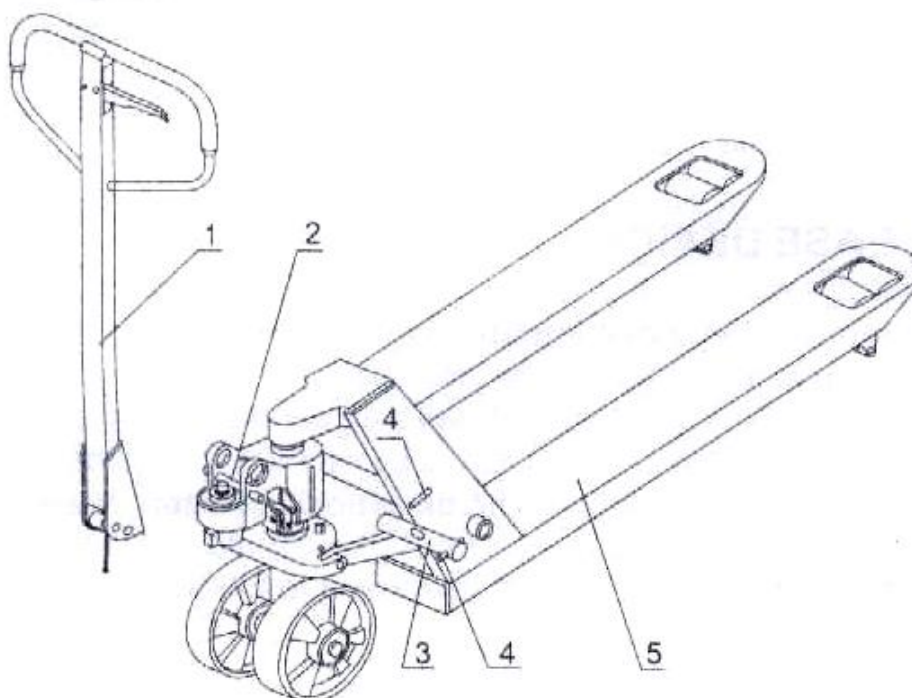
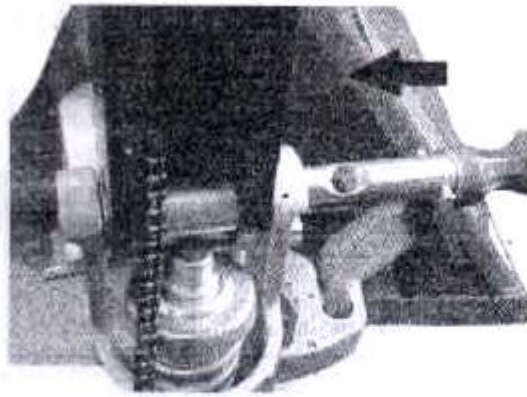
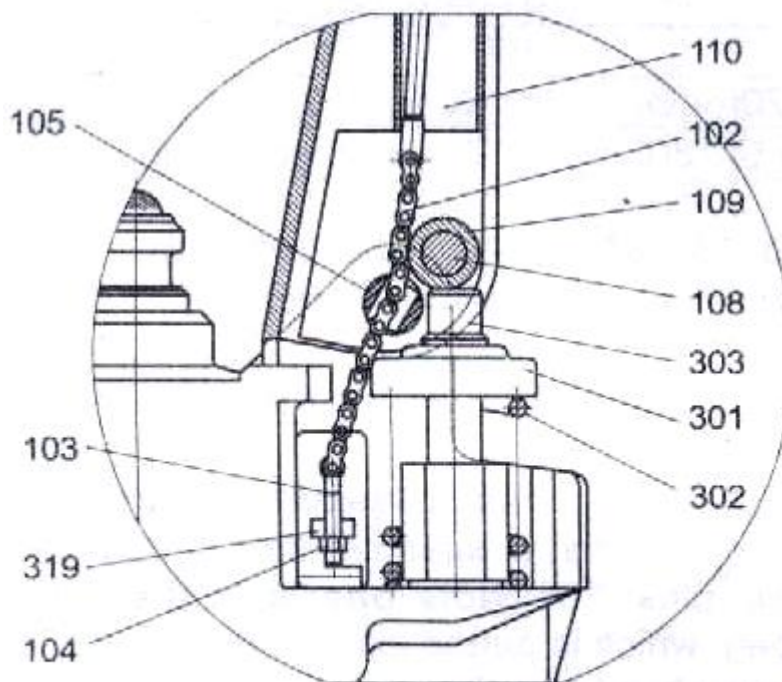

Fig. 1
Fig. 2
Fig. 3
Introduceti bara de tractiune pe supapa de piston (303), apoi folositi un ciocan sa introduceti arborele cu gaura (105) in pompa hidraulica si bara de tractiune (timona) de la dreapta spre stanga (Fig. 2). Lasati manerul de control in pozitia de **COBORAT**, apoi puneti piulita de ajustare (104), surubul (103) si lantul (102) prin gaura arborelui (105) cu mana (Fig. 3). Apasati bara de tractiune (110) in jos si scoateti afara pinul(tija) 2 (Fig 1). Lasati manerul de control in pozitia de **RIDICAT**, apoi inaltati placa de maneta (319) cu pinul 2 si introduceti surubul de ajustare (103) in slotul din fata a manetei (319), si tineti piulita de ajustare (104) pe partea inferioara a manetei. Folositi un ciocan ca sa bateti un alt pin elastic in arborele cu gaura (105). Bara de tractiune este acum asamblata.